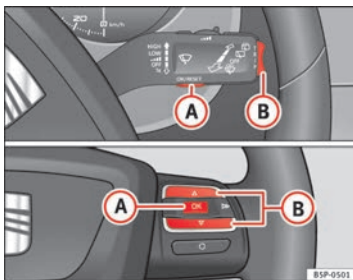

Abb. 41 Wipptasten A und B. Bedienelemente am Lenkrad.
- Zum Umschalten von einem Speicher auf einen anderen drücken Sie bei eingeschalteter Zündung kurz die Taste \Rightarrow Seite 65, Abb. 41 **A** am Scheibenwischerhebel oder die Taste **A** der Bedienelemente am Lenkrad \Rightarrow Seite 65, Abb. 41.